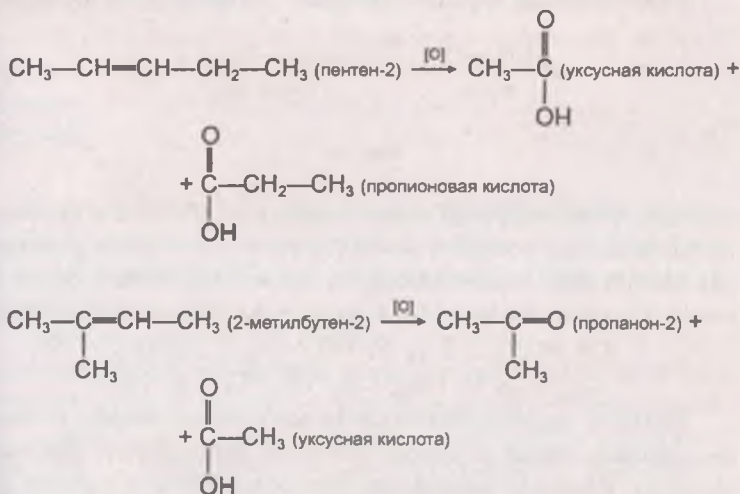

Рис. 88
3) при жестком окислении алкенов кипящим раствором перманганата калия в кислой среде происходит полный разрыв двойной связи. В этом случае образуются кислоты или кетоны (рис. 88).